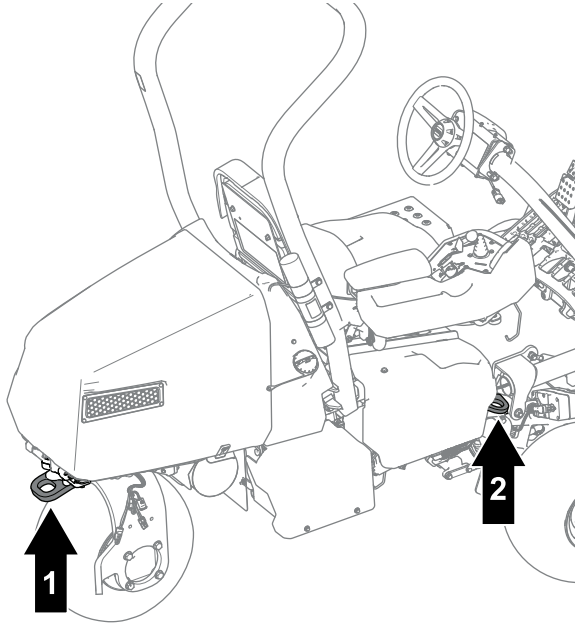

Figura 40
- Amarre la máquina firmemente con correas, cadenas, cables o cuerdas. Tanto la correa delantera como la trasera deben orientarse hacia abajo y hacia fuera respecto a la máquina (Figura 40).